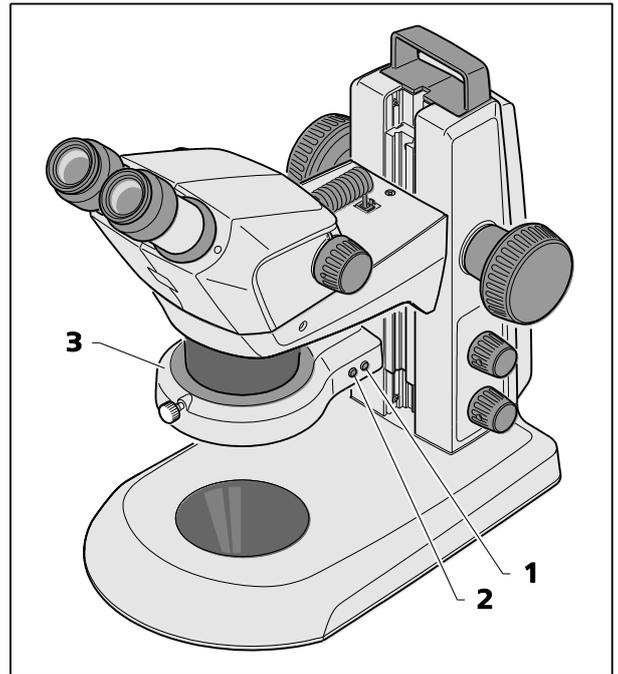

Fig. 23 Dispositif d'éclairage annulaire
- En appuyant successivement sur le bouton avant (Fig. 23/2), l'utilisateur peut basculer entre quatre états d'éclairage du dispositif d'éclairage annulaire (Fig. 23/3) :
- En appuyant une fois brièvement sur le bouton arrière (Fig. 23/1), dans chaque cas, le segment ajusté pivote vers l'avant d'un quart de tour dans le sens horaire.
- En appuyant sur le bouton situé à l'arrière (Fig. 23/1) et en le maintenant enfoncé pendant plus de 2 secondes, le segment ajusté est réglé sur rotation continue (pas de rotation de $1/8^{\circ}$ de cercle, 1 seconde par révolution dans chaque cas).
- En appuyant de nouveau sur le bouton situé à l'arrière (Fig. 23/1), la rotation s'arrête et l'échantillon est à nouveau rétroéclairé.